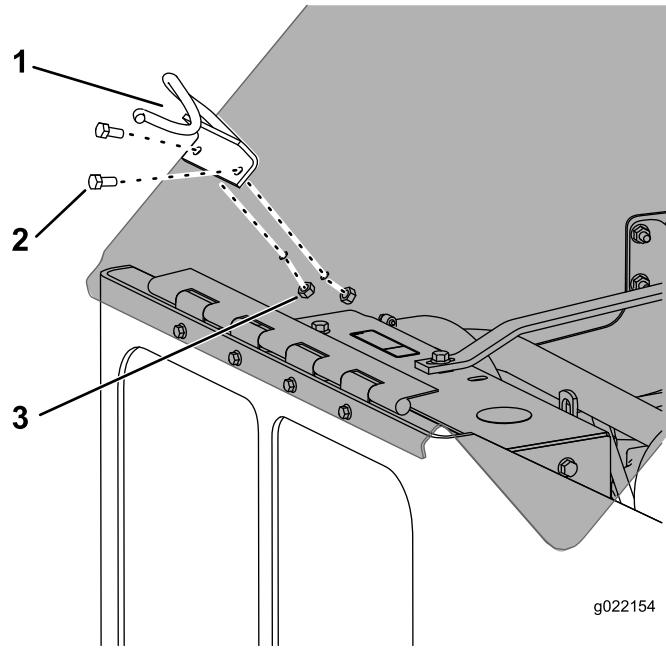

Figure 3
- Montez le support de guide-câble de capot à l'extérieur du capot, et insérez les 2 boulons (5/16 x 3/4 po) dans les trous du support et de la machine, puis fixez le support au moyen des 2 écrous (5/16 po) placés à l'intérieur du capot (Figure 3).